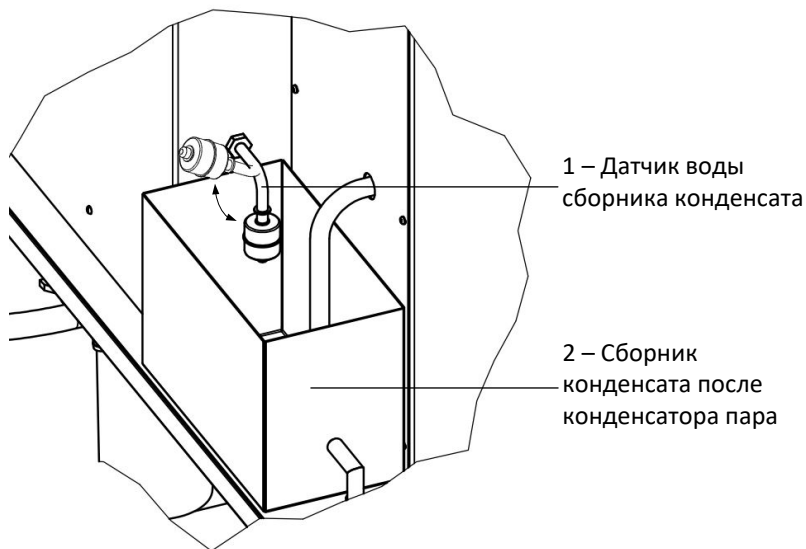

Рисунок 10 – Установка датчика воды сборника конденсата
2.3.1.11 Для слива воды из сборника конденсата необходимо поднять вверх **датчик воды 1**, убрать **сборник конденсата 2** и слить воду (см. рисунок 10). Затем в обратном порядке установить на место **сборник конденсата 2**, **датчик воды 1** перевести в вертикальное положение.